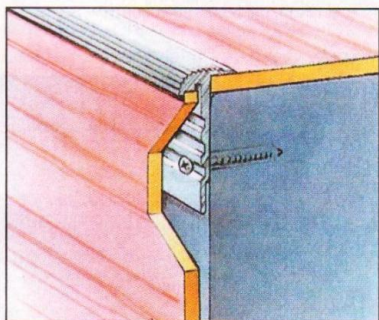

Рис. 1. На монолитной бетонной ступени элементы облицовки проступи и подступёнка сходятся под губками профиля.
**Рис. 1.** Типовая планировка участка площадью 6-8 соток. Основной дом отделяет входную зону от основного участка. Во входной зоне устроена площадка для автомобиля и гараж (или навес). От соседней участка отделён забором и разноростовой зелёной изгородью, составленной из декоративных и плодовых деревьев и кустов. Прищипываемые посадки низких ароматных цветов и кустов играют роль палисада. Постройка на «дворовой» части участка (баня, гостевой домик или сарай) прикрывает хозяйственную зону, где может быть расположен компостер, торф, навоз, песок и т.п. Огород разбивают на самом светлом месте. От дома он прикрывается среднерослыми плодовыми деревьями. В полутени организуются зоны отдыха, барбекю и газон. Проходные дорожки обрамляются миксбордером или низкой цветущей зелёной изгородью.
При планировке участка его разбивают на несколько функциональных зон: входная, хозяйственная, зоны сада-огорода, отдыха (рис. 1)